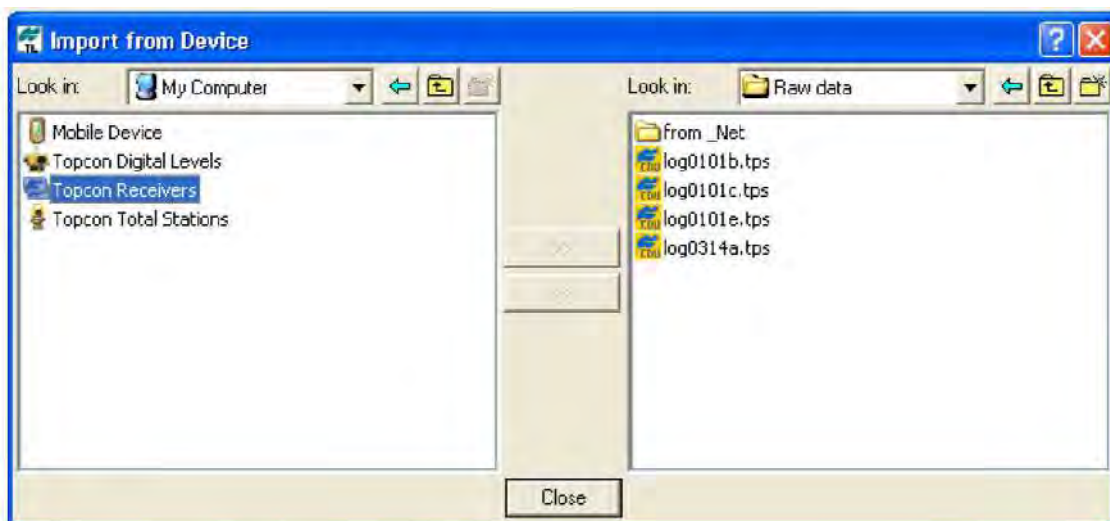

Рисунок 5-5. Диалоговое окно *Import from Device* (Импорт из устройства)
3. В левой панели диалогового окна *Import from Device* (Импорт из устройства) выберите пиктограмму *Topcon Receivers* двойным щелчком (см. рис. 5-5).